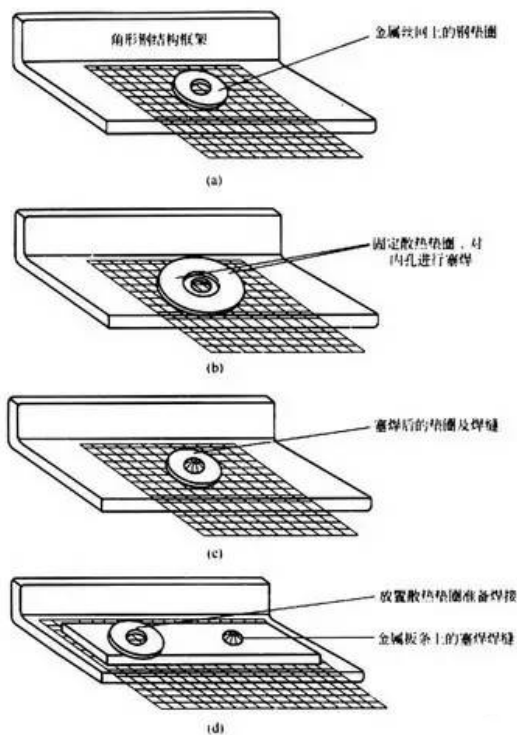

图3 金属丝网与框架结构的焊接示意
①在金属丝网或延伸金属上放置非金属垫圈并且将垫圈、金属丝网和框架夹紧在一起，不允许采用含铬或镀锌垫圈，垫圈应采用未涂敷的，见图 3(a)。
②在被焊位置的垫圈上部放置一个更大的垫圈作为散热片。上垫圈应具有一个比下垫圈更大的孔，以避免上垫圈也被焊接在一起。然后通过垫圈的两个孔进行塞焊，应使焊缝处于下垫圈部分。操作者可以采取一些其他的方法得到足够的热量并进行焊接，注意要防止周围屏栅或金属丝网烧穿，见图3(b)和(c)。
③另一种方法是采用一个带孔的金属板条，将孔对准需要焊接的部位，并放置散热垫圈，然后进行塞焊，见图3(d)。